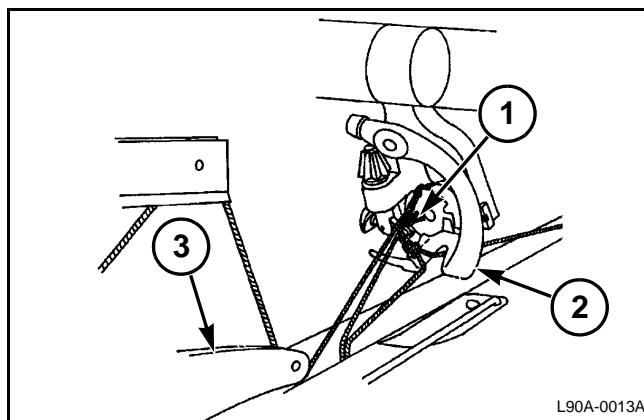

FIG. 12
FIG. 12: La podadora se cierra para sujetar los cordeles y la cuchilla se mueve hacia adelante, cortando ambos cordeles. La podadora sujeta los extremos cortados de los cordeles (1) mientras el brazo separador saca el bucle de la podadora (2) formando el nudo. Esto termina el primer nudo del ciclo que amarra el fardo. La aguja continúa moviéndose hacia abajo a la posición inicial mientras el anudador comienza con el segundo nudo.